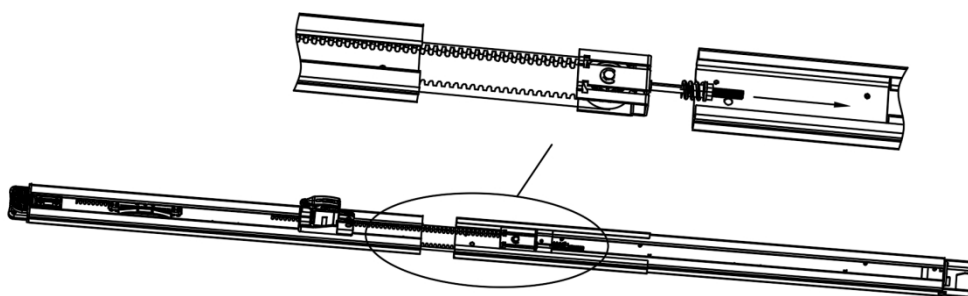

Fig. 5
3. Encaixar o adaptador do eixo do motor no eixo do motor conforme a Fig.5.
2. ****Como na Fig. 5, coloque a embraiagem**** ,
3. Encaixe o adaptador do eixo do motor no eixo do motor conforme a Fig.5.